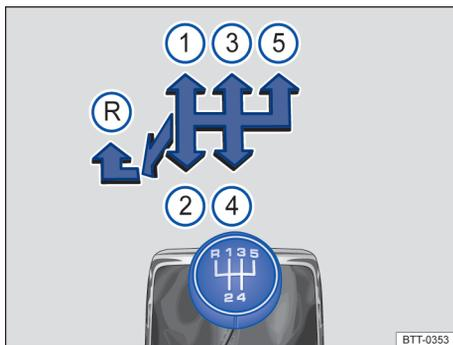

图 102 5 档手动变速箱档位示意图。
- 停顿数秒钟后下压换档杆，然后往左推到底，再将换档杆向前推至换档手柄上所示的倒档位置 → 图 102